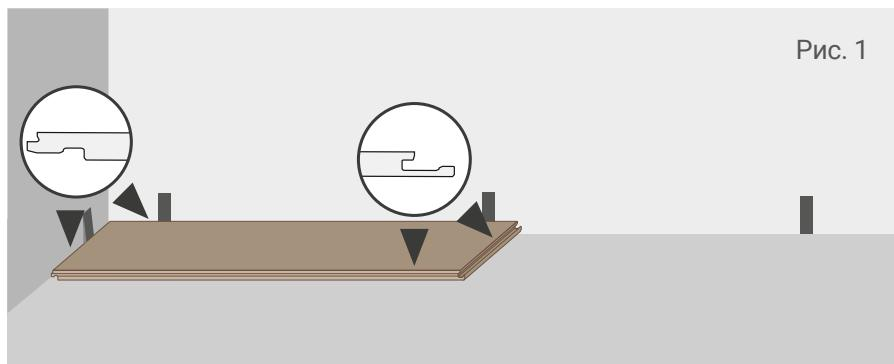

Рис. 1
- 8.1.1 Установить расширительные клинья на расстояние 10 мм между неподвижными элементами (стены, трубы, колонны, тяжелая корпусная мебель, а также в дверных и межкомнатных проемах и т.п.) и покрытием ПВХ модульным «Art Vinyl Click». Уложить первую планку в левом углу (см. рис. 1).